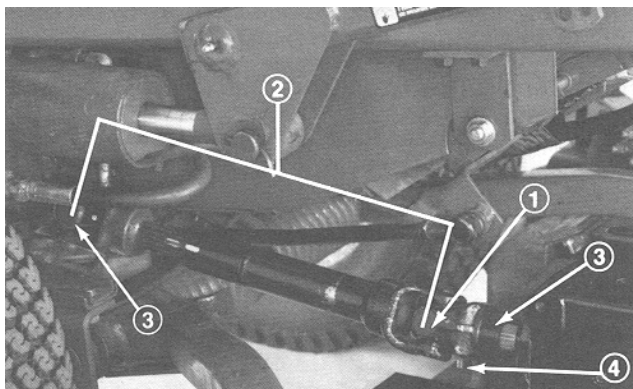

Figure 14
Glissez la petite extrémité à chape de l'arbre de PDF sur l'arbre de PDF du groupe de déplacement en alignant les trous de montage (Fig. 14). Fixez-la avec une goupille cylindrique. Ne montez pas encore l'extrémité avant de l'arbre d'entraînement.
1. Alignez les trous de la chape et de l'arbre d'entrée du boîtier d'engrenages. Glissez la chape sur l'arbre (Fig. 14) et fixez les pièces ensemble avec une goupille cylindrique (3/16 x 1-1/2 po). Serrez les 2 vis d'assemblage et contre-écrous fixant la chape à l'arbre d'entrée.